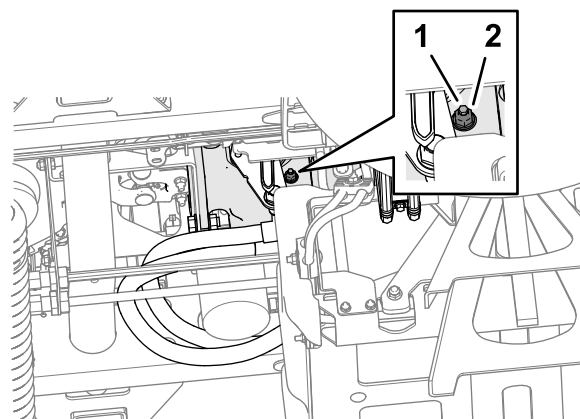

図 105
3. マシンの下側、走行ポンプの右側からアクセスして、ニュートラルリターン調整ねじを固定しているロックナットをゆるめる **図 105**。